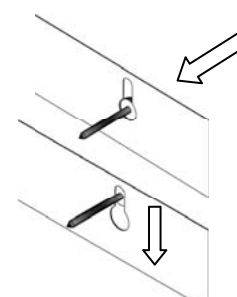

Figura 4
**PASO 3:** Posicione los ojos de la cerradura en la parte posterior de la Repisa para chimenea sobre los tornillos. Presione la repisa para chimenea hacia abajo para asegurarla en el lugar como se muestra en la **Figura 4**.